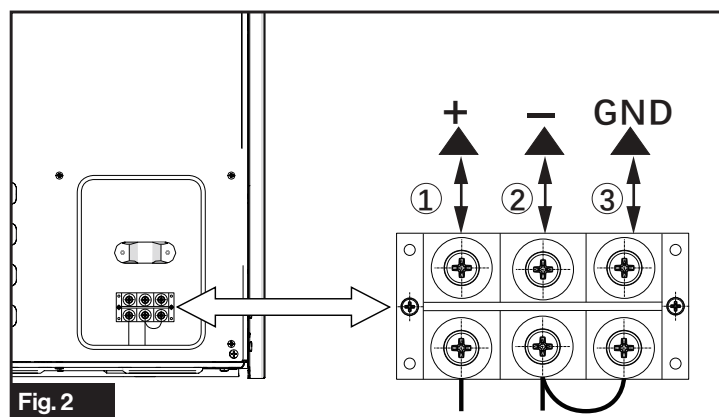

Fig. 2
2. Raccordez les câbles aux bornes correctes comme indiqué sur la Fig. 2. Raccordez la borne « + » au pôle positif de 12 V CC, puis raccordez la borne « - » au pôle négatif de 12 V CC.